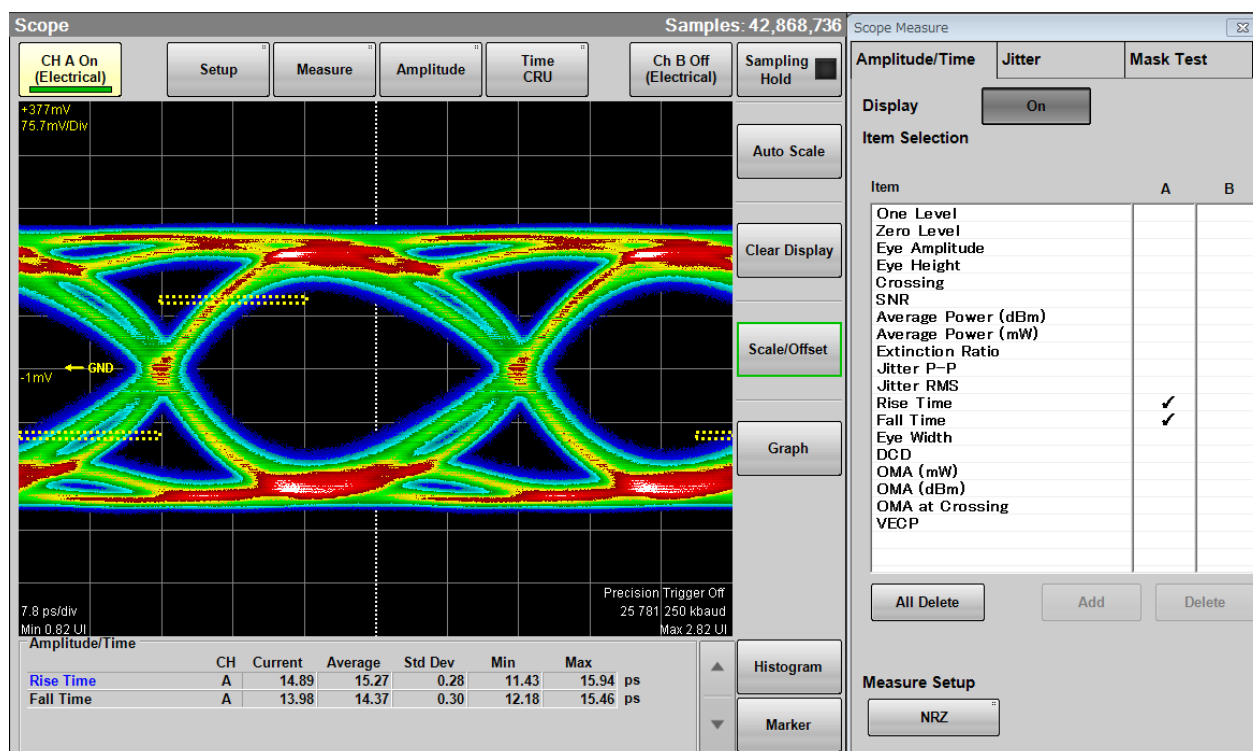

図6.9.1-2 測定領域の表示例
2. EYE Boundary の Offset from Crossing, Width をクリックして値を設定します。「図 6.9.1.1-2 EYE Boundary の設定項目」を参照してください。